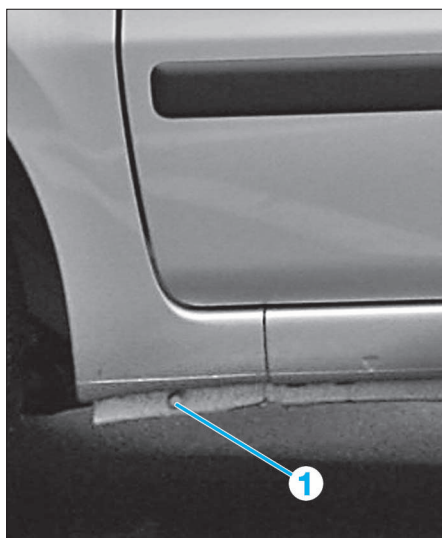

FIG. 12
- Déposer la vis de fixation (1) (Fig.12)